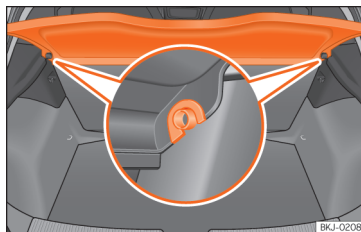

Abb. 137 Im Gepäckraum: Gepäckraumabdeckung aus- und einbauen.
- Ziehen Sie die Gepäckraumabdeckung nach oben aus den seitlichen Halterungen **>>>** **[Abb. 137]** heraus.
- Führen Sie die Gepäckraumabdeckung horizontal ein, so dass das „Hufeisen“ über der Aufnahmeachse **>>>** **[Abb. 137]** liegt, und drücken Sie die Abdeckung nach unten, bis sie einrastet.